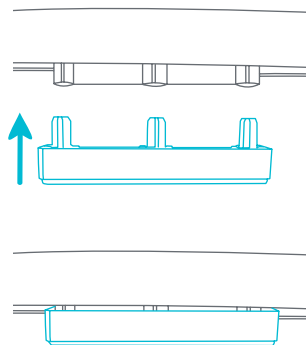

Fig. 7
- 7 • Empuje el tapón en la carcasa completamente (Fig. 7). Repita para los otros lados.